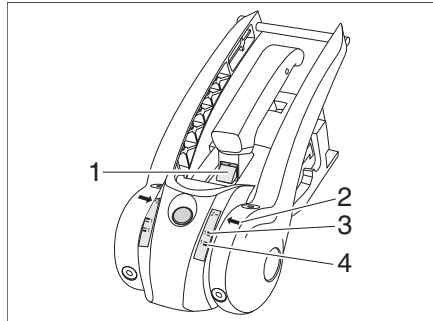

Fig. 160 Controllo usura guarnizioni di attrito
- Se la marcatura verde (Fig. 160,1) è visibile, le guarnizioni di attrito anteriori e posteriori sono ancora in uno stato regolare. Se la marcatura verde non è più visibile, le guarnizioni di attrito devono essere sostituite.
- Se la freccia (Fig. 160,2) è al di sotto del softdock 1 nel settore verde (Fig. 160,4), le guarnizioni di attrito a destra ed a sinistra sono in uno stato regolare. Se la freccia (Fig. 160,2) è al di sopra del softdock 1 nel settore rosso (Fig. 160,3), le guarnizioni di attrito devono essere sostituite.
- Se la marcatura verde (Fig. 160,1) è visibile, la sfera del gancio è in uno stato regolare. Se la marcatura verde non è più visibile, il diametro della sfera del gancio è < 49 mm e la sfera del gancio deve essere sostituita.